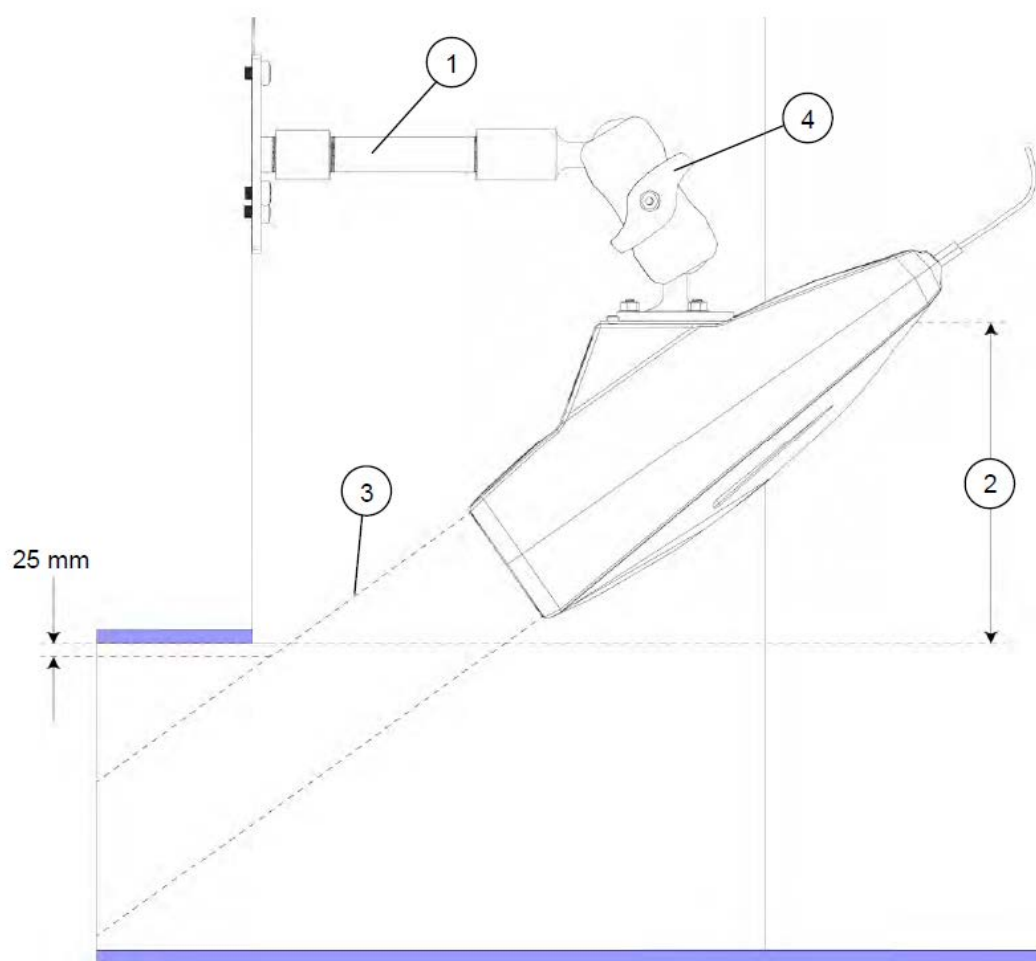
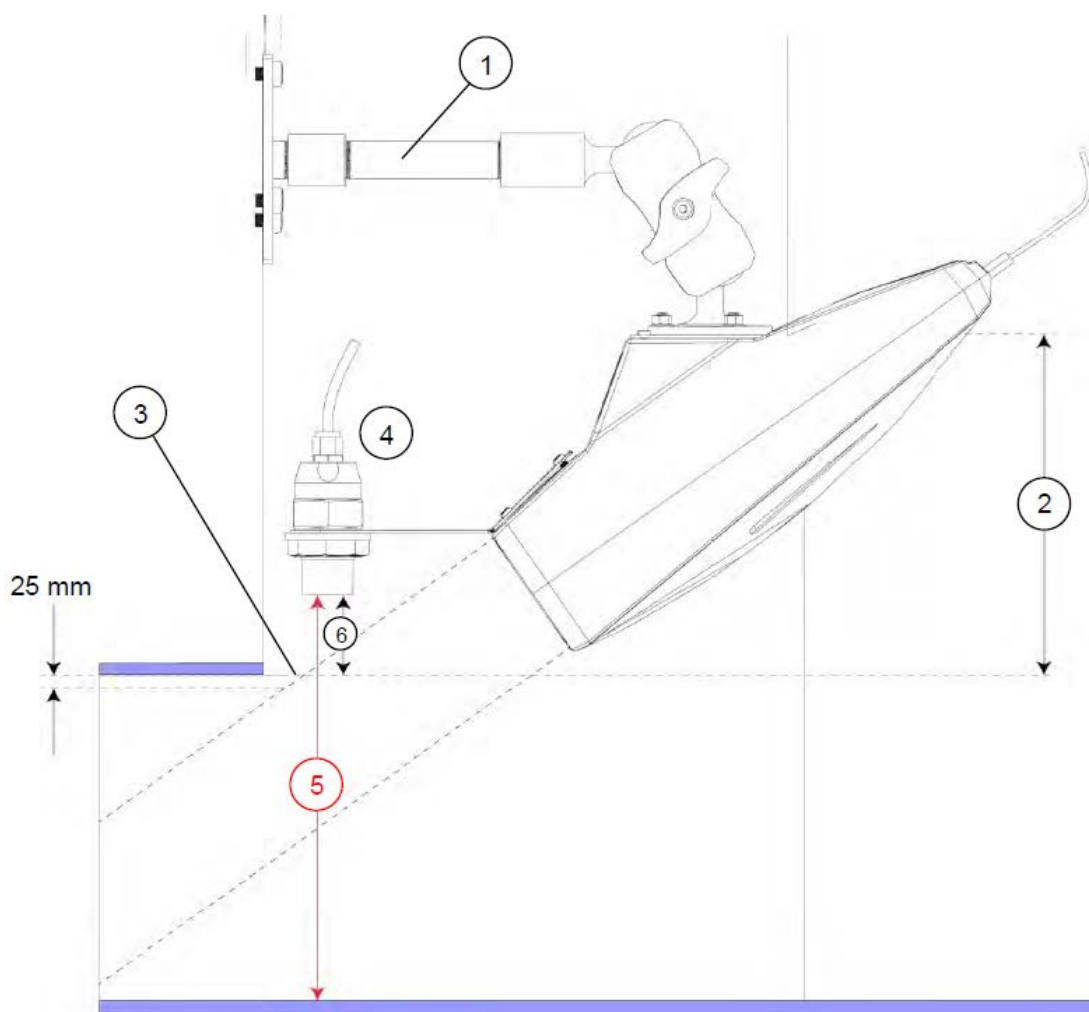

Figura 9: Alineación vertical del sensor de RAVEN EYE
Figura 11: Alineación vertical del sensor RAVEN EYE con instalación del sensor de nivel
- Asegurese que cuando el sensor está en posición, el rayo del radar no esté bloqueado por el muro o por el canal. (Ver figura 9 o Figura 11).
El sensor debe ser alineado verticalmente para asegurar que el sensor está situado por encima del flujo y que el rayo del radar no está bloqueado por el muro o la tubería (Figura 9).
2. Aflojar la rosca de mariposa de la pieza de montaje y posicione el armazón de forma que el rayo del radar estará por debajo de la corona de la tubería al menos en 25 mm (Figura 9). Sería necesario instalar el espaciador de 200 mm o el de 300 mm (opcional) para posicionar el RAVEN EYE cerca de la pared.
El sensor tiene que ser alineado verticalmente para asegurar que el sensor está por encima del flujo y el rayo del radar no estará bloqueado por la pared o por la tubería (Figura 11).
1. Realizar una estimación de donde se posicionaría una línea que se extendiera desde la parte superior de la lente del radar y que saliera perpendicularmente a la misma (Figura 11)
2. Afloje la tuerca roscada de la pieza de montaje de la bola y posicione el armazón de forma que el rayo del radar pase por debajo de la corona de la tubería al menos 25 mm (Figura 11). Podría ser necesario instalar el espaciador de 200 mm o el de 300 mm (opcional) para posicionar el RAVEN EYE cerca de la pared.